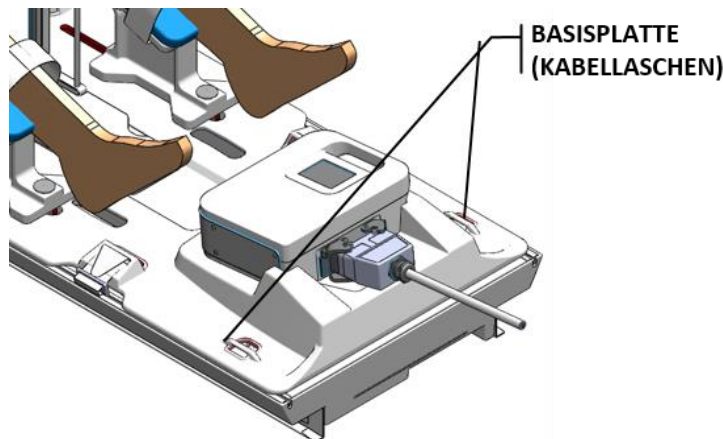
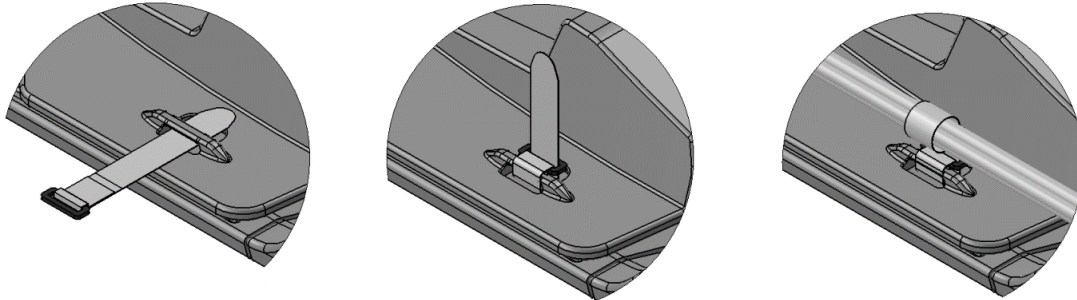

Abbildung 58: Lage der Schlauch-/Kabelaschen auf der Basisplatte
Abbildung 59: Befestigung von Schlauch-/Kabelaschen
6. MRT-MTRA: Befestigen Sie zwei Schlauch- und Kabelaschen gemäß den Anweisungen in *Abbildung 59* an den in *Abbildung 58* gezeigten Stellen.